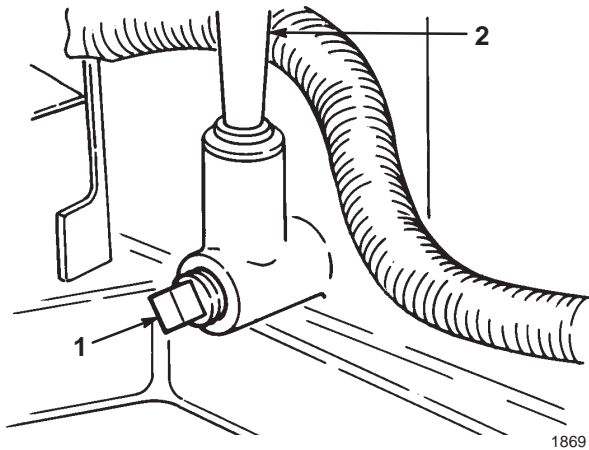

Bild 19
4. Stellen Sie eine Auffangschale unter den Ölpeilstab/das Einfüllrohr und entfernen die Verschlusschraube (Bild 19).